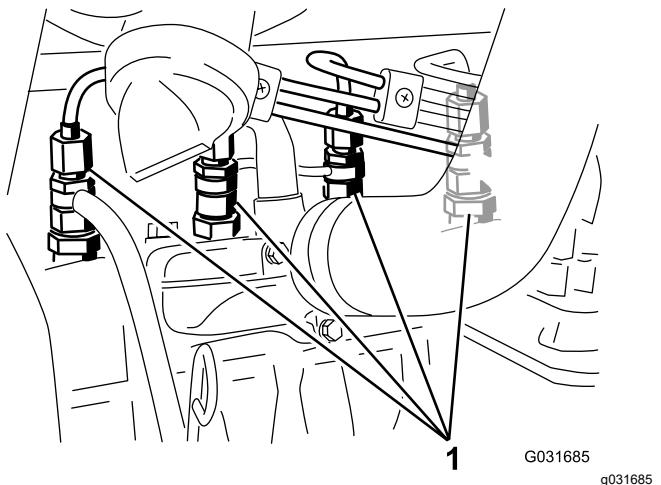

Рисунок 45
1. Ослабьте соединение трубы к соплу № 1 и держателю в сборе (Рисунок 45).